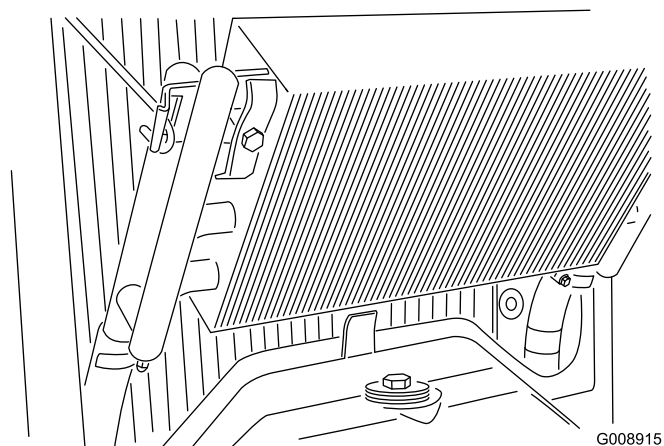

図 67
4. オイル・クーラのラッチを外し、クーラーを後ろに傾ける（図 67）。